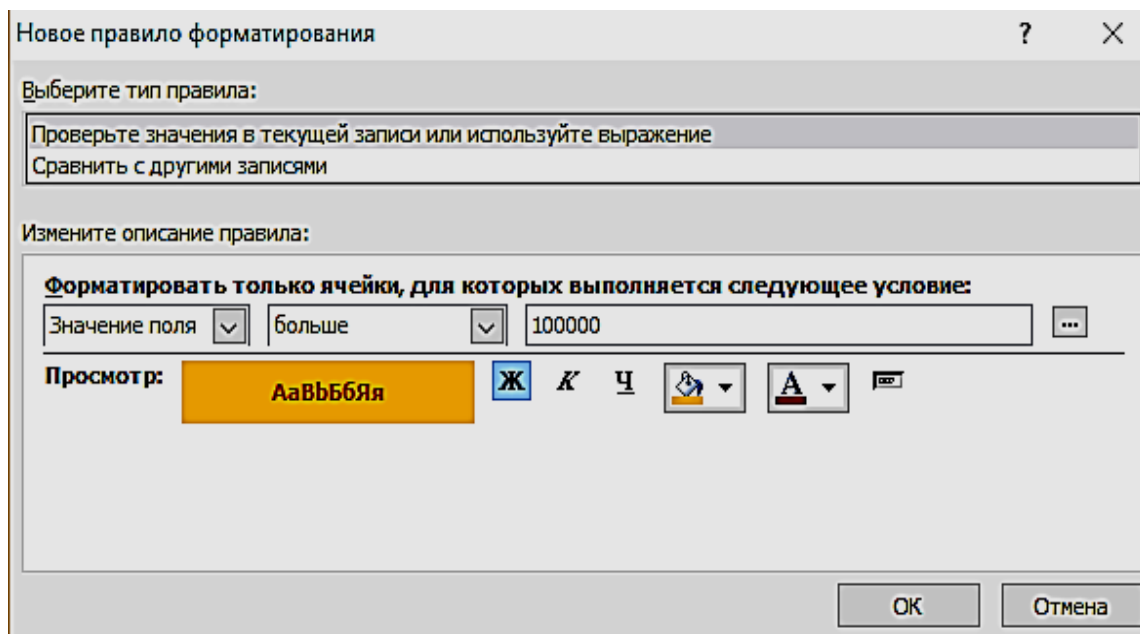

Рис. 4.4. Окно определения условий форматирования
5. Выберите начертание шрифта, цвет и другие параметры форматирования. Нажмите кнопку ОК (рис. 4.4).